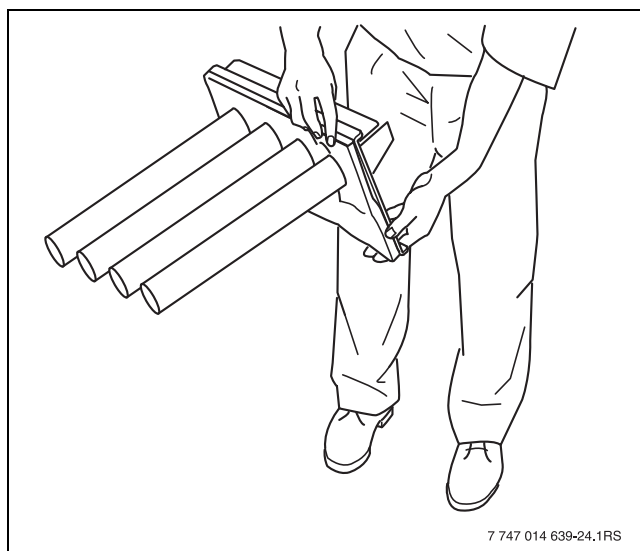

Рис. 48 Опрокидывание горелки
- ▶ Переверните горелку, чтобы удалить остатки воды (→ рис. 48).